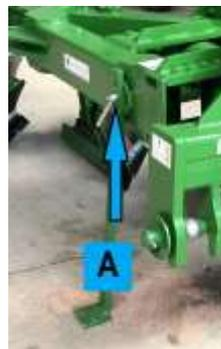

Figure 3
- Repliez la béquille latérale. Pour cela, dévissez de quelques tours la manette (figure 3, repère A), repliez-la comme sur la figure 3 et revissez la manette.
- Levez la charrue et repliez la béquille latérale. Pour cela, dévissez de quelques tours la manette (figure 3 page 11, repère A).
- Repliez la béquille comme sur la figure 3 et revissez la manette.